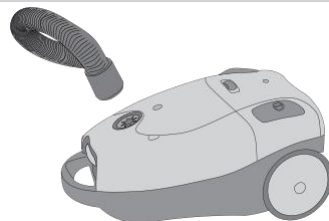

Figure 2 Branchement du tuyau
1. Le branchement du tuyau souple sur le bloc moteur se fait avec un petit déclic, voir la figure 2. Pour détacher le tuyau souple, vous enfoncez les deux boutons placés sur le branchement et vous attirez le branchement à vous.